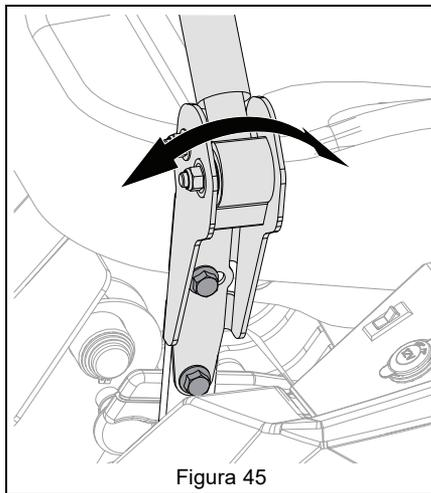

Figura 45
3. Aflojar la tornillería de montaje, alinear las palancas y apretar la tornillería. Consulte Figura 45.
Consulte Figura 45.